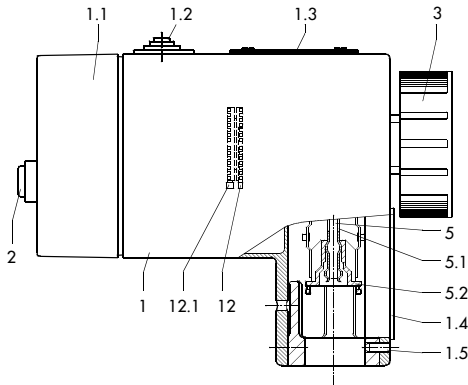

Bild 2 · Typ 5821-1, -2, -3 formschlüssig
### Typ 5821 (Bild 2 und 3)
Die Stellantriebe mit Sicherheitsfunktion entsprechen weitgehend der in Bild 2 dargestellten Ausführung Typ 5821. Sie enthalten jedoch ein Gestänge mit Federspeicher (6) und einen Elektromagneten. Außerdem entfällt das Handrad (3).